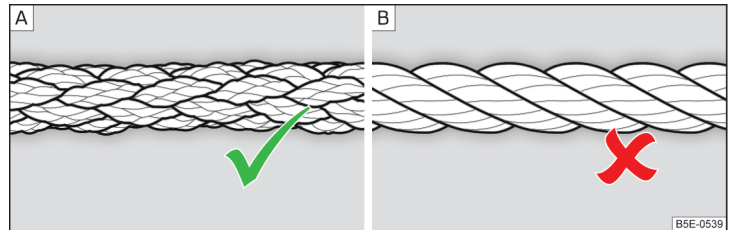

Abb. 346 Geflochtenes Abschleppseil / Gewundenes Abschleppseil
Zum Abschleppen mittels eines Abschleppseils nur ein geflochtenes Kunstfaserseil » Abb. 346 - [A] verwenden » !.
- » **Abb. 346** - [B], die Abschleppöse könnte sich am Fahrzeug herausdrehen - es besteht Unfallgefahr.